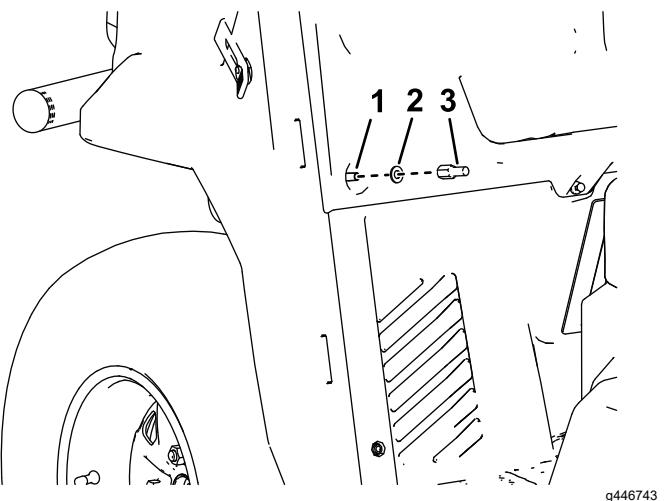

Figura 11
- Instale o dormente da porta e uma anilha (5/16 pol.) no parafuso do dormente (Figura 11).